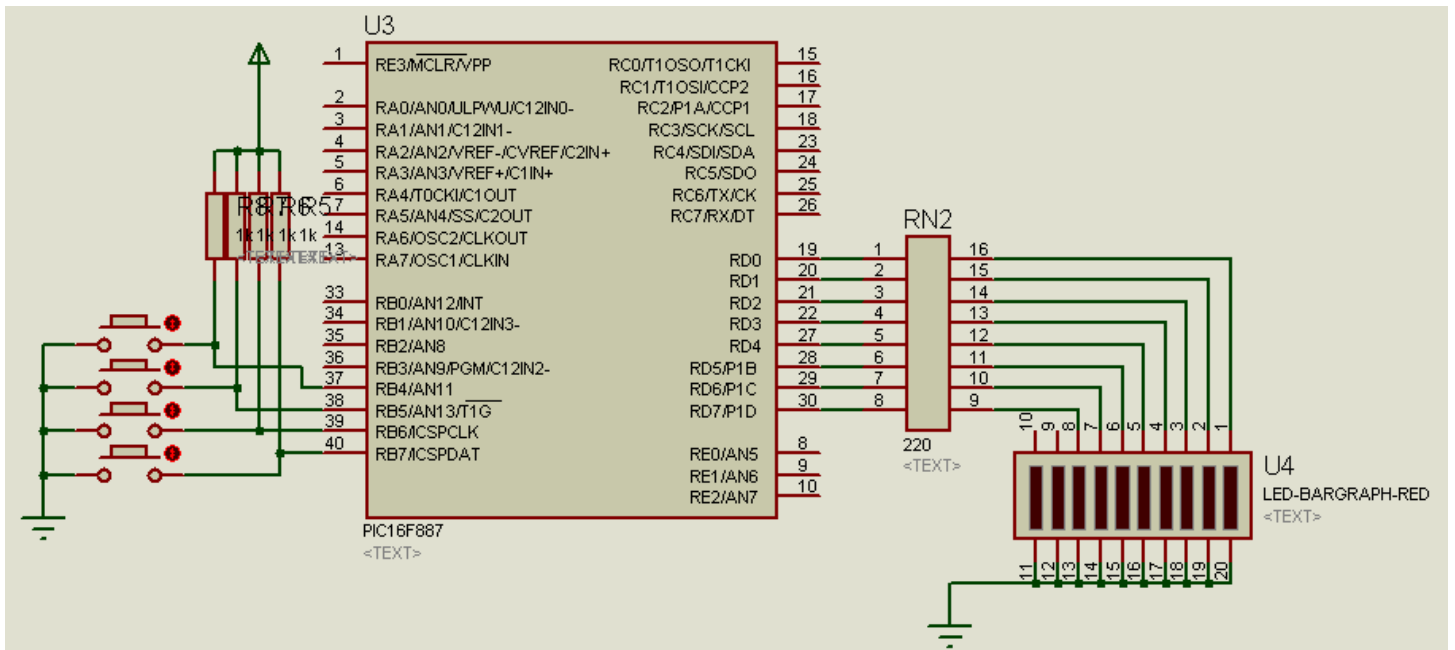

Figura 7.2
***El siguiente programa ejemplifica el funcionamiento de la interrupción por cambio de estado en las terminales RB4:RB7, realizando una función específica al existir un cambio de nivel. Simularlo en el circuito de la figura 7.2***
**Modifique el circuito de la figura 7.2 como lo requiera, además, tome en cuenta que la acción realizada al oprimir cada botón deben de representarse en funciones.**